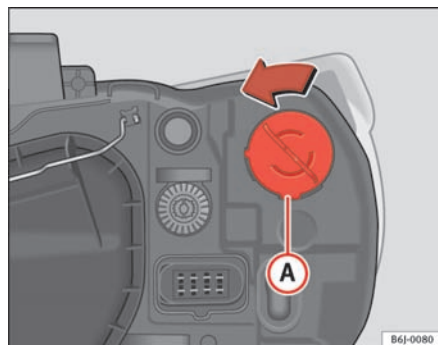

Fig. 137 Blinklys til enkelt forlygte
- Drej fatningen ⇒ fig. 137 **A** mod venstre, og træk i den.